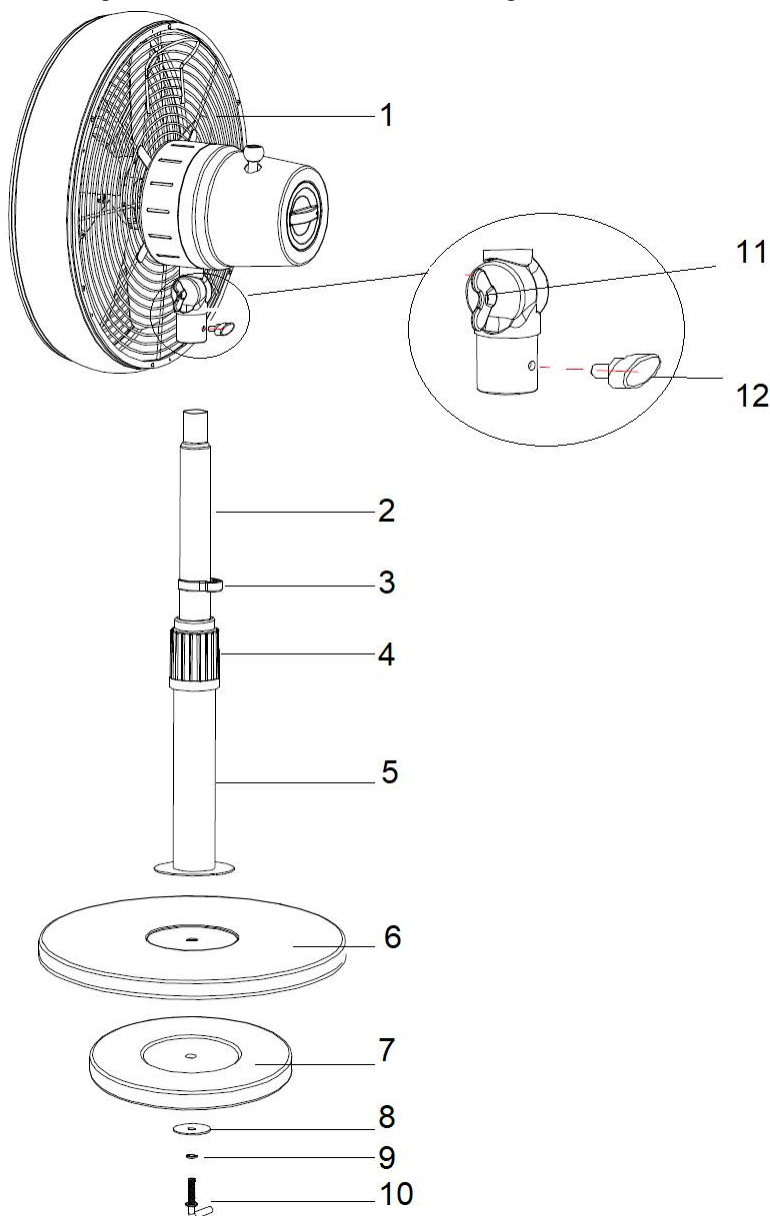

Abb. 1
1. Lösen Sie die Sockelbefestigungsschraube (10), die Federscheibe (9) und den flachen Unterlegling (8) vom Standrohr. Abb. 1
2. Befestigen Sie das Standrohr (5) am Standsockel (6). Stecken Sie die Sockelbefestigungsschraube (10) durch die Federscheibe (9), den flachen Unterlegling (8), die schwere Bodenplatte (7) und ziehen Sie die Sockelbefestigungsschraube (10) fest an, um das Standrohr (5) zu fixieren. Fig.1
3. Lösen Sie den Höhenverstellring (4) und ziehen Sie das Teleskoprohr (2) auf die gewünschte Höhe aus. Ziehen Sie den Höhenverstellring (4) fest an. Abb. 1
4. Setzen Sie die Ventilatorkopfseinheit (1) auf das Teleskoprohr (2). Fixieren Sie sie durch Anziehen der Feststellschraube (12). Abb. 1
5. Lösen Sie die Flügelschraube zum Einstellen der Neigung (11) und passen Sie den Neigungswinkel des Ventilatorkopfs nach Wunsch nach oben oder unten an.
Fixieren Sie den Neigungswinkel des Ventilatorkopfes, indem Sie die Flügelschraube zum Einstellen des Neigungswinkels (11) gut festziehen. Abb. 1